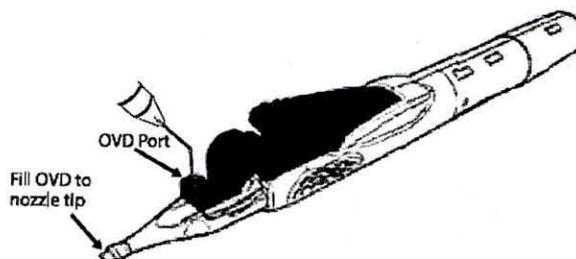

Figura 4
- Paso 7. Insertar completamente la cánula que contiene el OVD a través del puerto OVD, y asegurarse de que la cánula está perpendicular al sistema inyector como se muestra en la Figura 4.
- Paso 8. Llenar el Sistema Inyector hasta que pueda verse que el OVD sale de la punta del inyector (Figura 4), después hacer retroceder la cánula. Esto requerirá aproximadamente 0,28 mL de OVD.